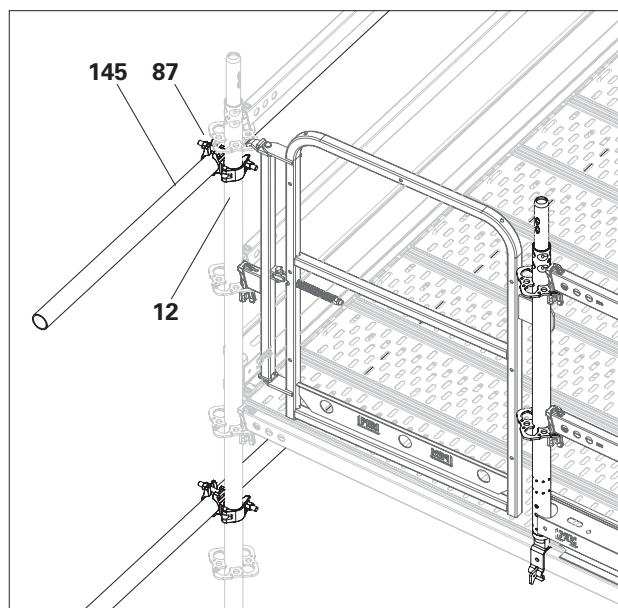
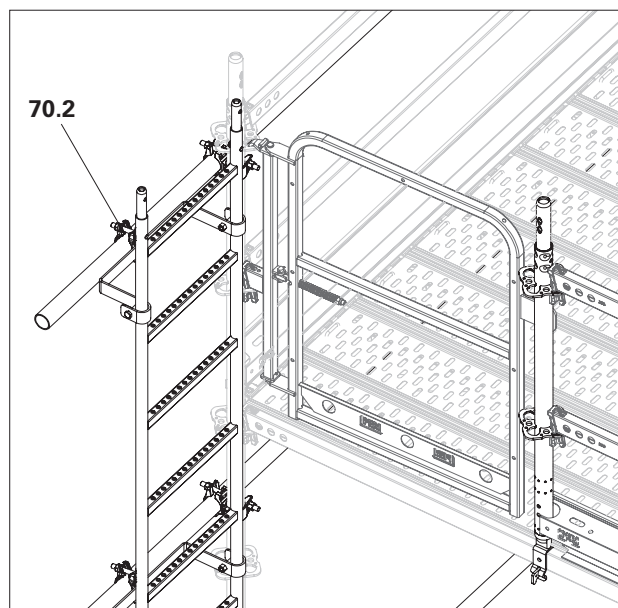

Fig. A9.08b
Fig. A9.08c
4. Avvitare il pilastro (**145**) ad almeno 2 montanti verticali (**12**) utilizzando i giunti standard (**87**). (Fig. A9.08c) La distanza tra i montanti verticali deve essere almeno pari alla sporgenza. (Fig. A9.08b)
5. Avvitare l'attacco della scala al tubo sporgente del pilastro utilizzando il giunto per tubi (**70.2**). (Fig. A9.08b)